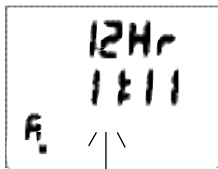

Fig. 40 - IMPOSTAZIONE ORA
- Tenendo premuto il pulsante S (a lato) con il Set Point ORA lampeggiante (Fig. 40) è possibile scorrere i Set Point disponibili con incrementi di 1 ora ad una velocità di 4 al secondo, da 12: Am ad 11: Pm (o da 0: a 23:, se è impostato il formato 24 ore).